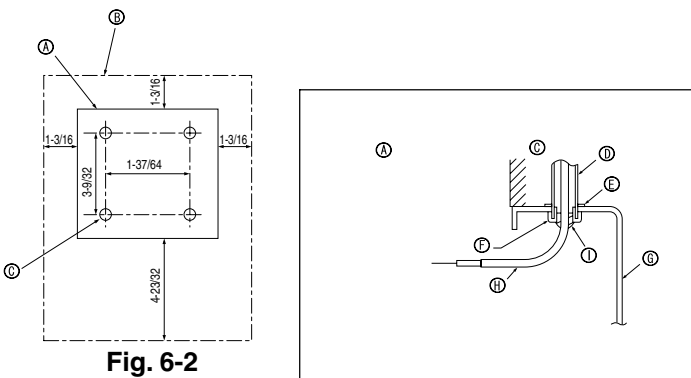

Fig. 6-2
(1) Sélectionner l'endroit d'installation de la télécommande. (Fig. 6-2)
[Fig. 6-2]